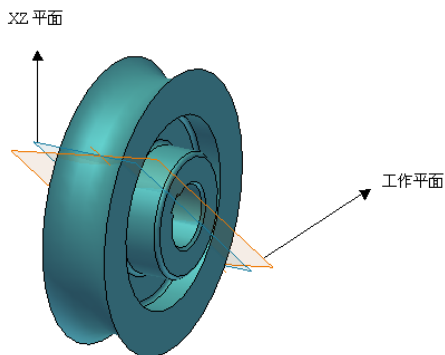

图 8-49 建立工作平面
③单击【模型】标签栏【定位特征】面板上的【工作平面】工具按钮, 选择建立的工作轴, 然后选择原始坐标系的 XZ 平面, 在打开的【角度】对话框中输入 8, 则建立一个过工作轴, 且与 XZ 平面成 8° 角的工作平面, 如图 8-49 所示。该工作平面作为建立扫掠路径的几何图形所在的草图。